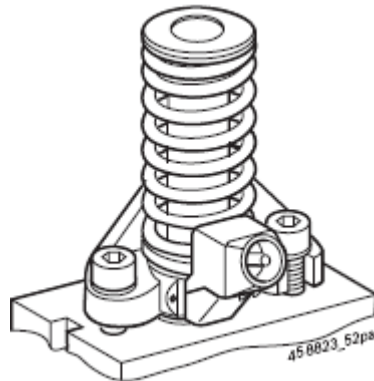

Рис. 11. Испытываемый образец с плоским плунжером насоса.
У испытываемых образцов (например, насос-форсунки (UI) тип III) с плоским плунжером насоса (смотри рис. 11) в управляющий винт R 10,1 мм для испытания нужно дополнительно вставлять нажимной вкладыш (1 683 126 023).